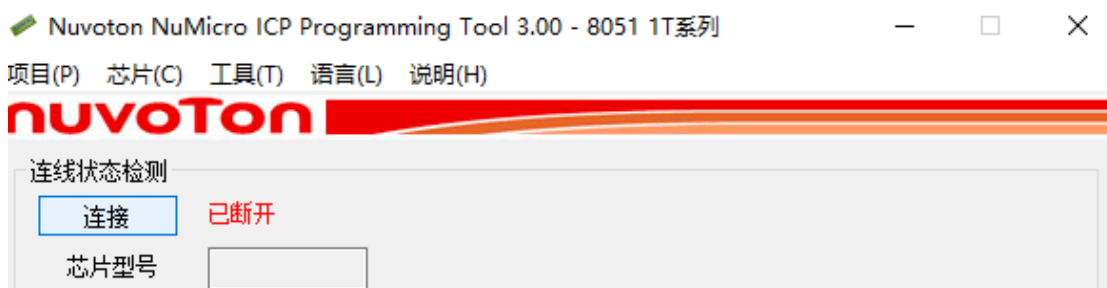

图 3-1 连接并自动识别芯片
- 3) 打开 NuMicro ICP Programming Tool, 点击【连接】选项, 如图 3-1 所示;